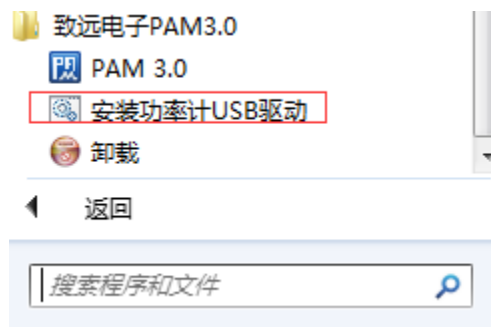

图 9.1 Win7 系统 PAM USB 驱动安装路径
- USB 通信: 需在开始菜单下安装功率计 USB 驱动, 如图 9.1 所示, PAM 软件 V3.1.23.17264 版本后开始兼容 Win10 和 Win8 系统;